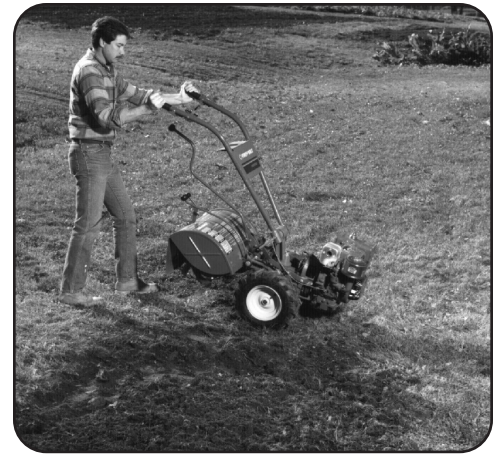

Figura 4-5
1. busque el punto de equilibrio entre el motor y los dientes levantando los manillares. Consulte la Figura 4-5.
5. Reanude la operación de avance y eleve los manillares hasta que los dientes se separen del suelo. Consulte la Figura 4-5. Busque el punto de equilibrio entre el motor y los dientes. Luego empuje los manillares en el sentido del giro. Tenga mucho cuidado para mantener pies y las piernas lejos de los dientes, que deben estar desactivados. Deje que las ruedas activadas hagan el trabajo más difícil.